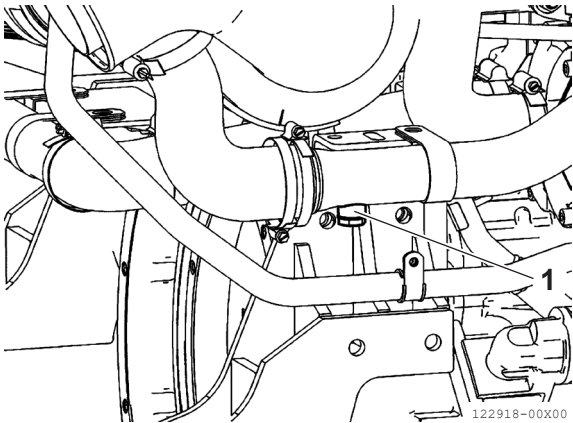

Figure 12
5. Retirez le bouchon (**Figure 12, (1)**) et, lors de l'assemblage, serrez-le au couple spécifié.